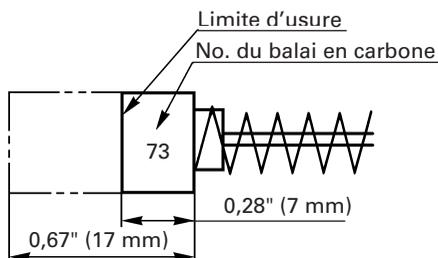

Fig. 20
4. Contrôle des balais en carbone (Fig. 20)
**REMARQUE:** Utiliser le balai en carbone HITACHI No. 73 indiqué sur la Fig. 20.